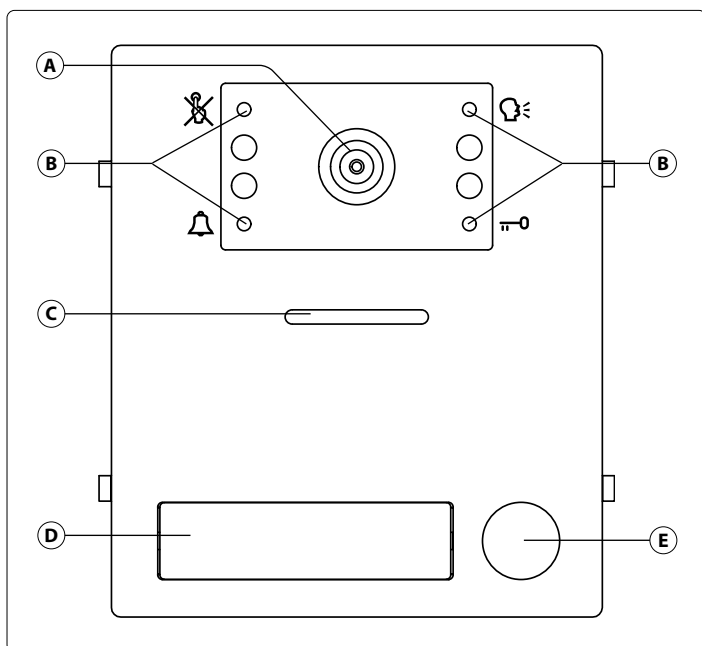

Fig. 1 Fronte
- Premere e tenere premuto il pulsante  (Fig. 1 a pag. 5) dopodiché ricollegare l'alimentazione.